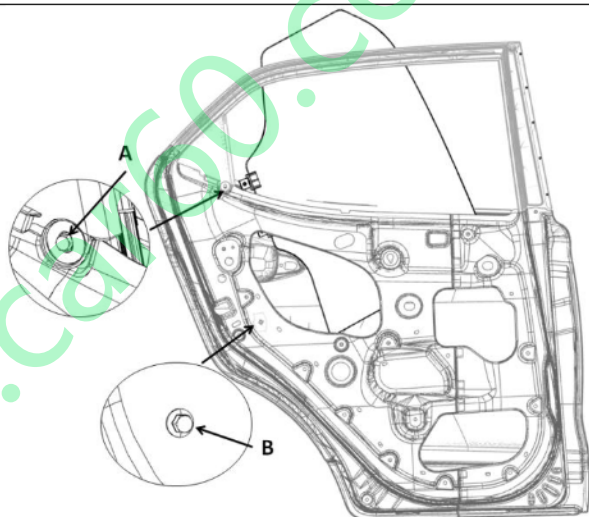

图 1-3 后门玻璃更换示意图
- 5) 卸下图 1-3 后门玻璃更换示意图上所示后门后玻璃后导轨的紧固件 A 和 B，小心的将活动导轨拿出。